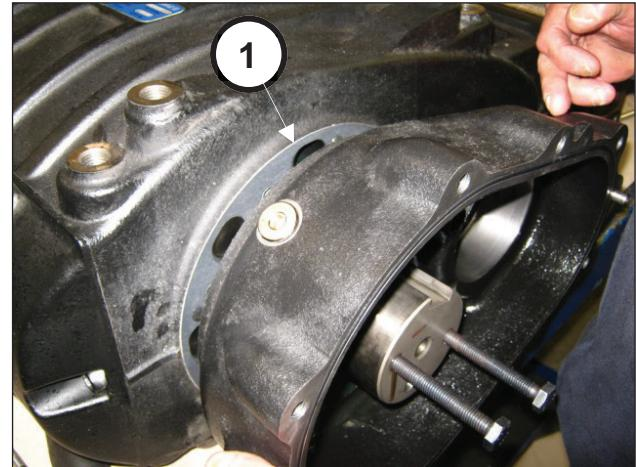

Fig. 24
Apretar los 3 tornillos M8 gradualmente (pos. ①, Fig. 24) para evitar que la caja se incline demasiado y se bloquee en su alojamiento.